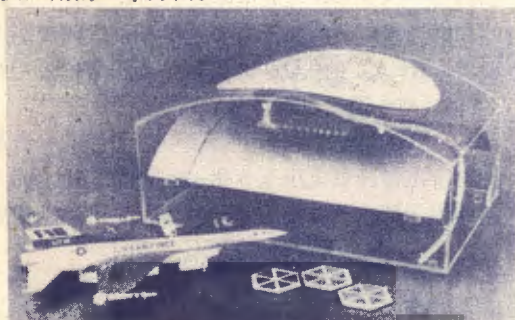

图3 接收卫星全球定位系统信号的保形天线
2. 保形机载天线 相控阵天线能够在机载通信方面获得应用，主要由于它可以制成很薄和机壳的形状保持一致，占空间小、增加牵引力不大；此外还由于它无转动机构，适应飞机的强烈振动环境。这种天线过去应用于火箭上的遥控遥测通信；它不占内部体积，天线贴在火箭的外壳上。最近，美国一公司设计了一种飞机用于接收卫星全球导航系统信号的保形天线，如图3所示。它是一种微带型的微波天线，将为军用飞机如F-16、B-52、A-6、UN-60直升机、ML-60加油机所采用。它代表了当前相控阵通信的 latest 和最重要应用的一个方面。
4. 自适应相控阵通信 各种形式的相控阵天线的辐射方向图可以最佳化，它可以使向着信号方向的增益很大，同时可以对来自空间某方向上的干扰信号消零，把人为干扰信号从需要接收的信号中分离掉。一种简单和有效的自适应相控阵天线，可以用不多的几个短棒型天线单元和一个自适应处理器组成。这种天线获得的信号增益不高，但对消除干扰很有好处。图3所示的全球卫星导航接收天线即属此类，它的尺寸小、重量轻、能耗小、成本低、可靠性较高。